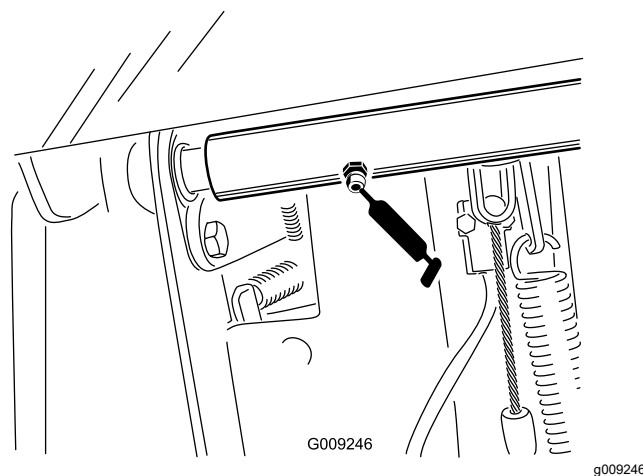

Figura 45
- Cojinetes del eje de pivote del pedal de freno (2) (Figura 45)